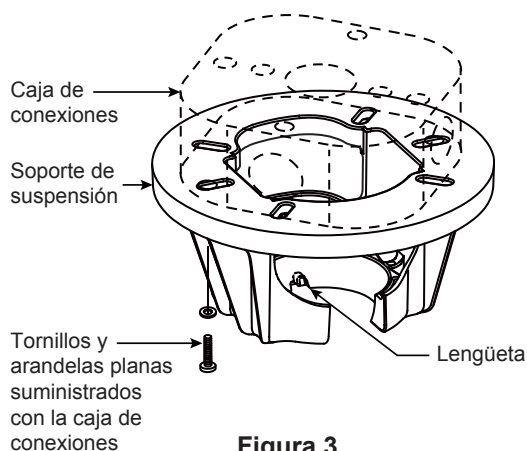
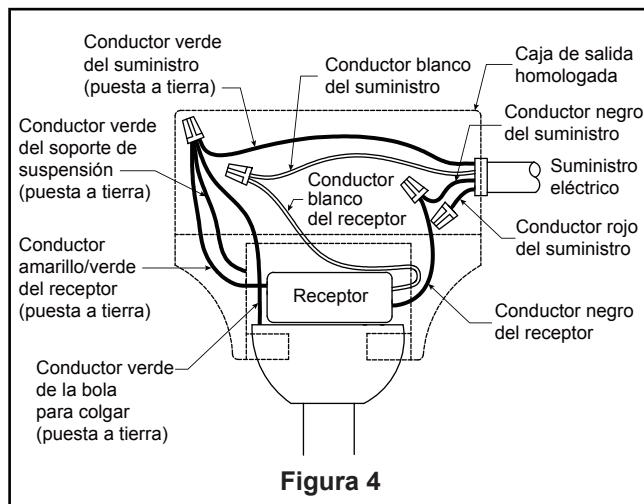

Figura 3
Figura 4
4. Coloque el soporte de la varilla y alinee los orificios de la clavija de horquilla en ambas piezas. Instale la clavija de horquilla y asegúrela con la pinza de horquilla. Instale los set de tornillos con tuercas en el soporte de la varilla. Fije con seguridad el set de tornillos con el destornillador y luego fije bien las tuercas con una llave hexagonal. (Figura 4)
- ☐ 1. Fije bien el soporte de suspensión a la caja de conexiones con los tornillos y las arandelas planas suministrados con la misma. (Figura 3)
NOTA: Se deben pasar los tornillos de la caja de conexiones a través de los orificios que se encuentran en el soporte de suspensión. (Figura 3)
- ☐ 3. Con cuidado, levante el ventilador y apoye la unidad del barral/de la semiesfera en el soporte de suspensión que acaba de fijar a la caja de conexiones. (Figura 4) Asegúrese de que la ranura en la semiesfera esté alineada con el reborde del soporte de suspensión. (Figura 3)
3. Una vez haya hecho las conexiones, coloque los cables hacia arriba y empújelos cuidadosamente hacia dentro de la caja de la toma de corriente, poniendo los cables blancos y verdes a un lado de la caja y los negros hacia el otro lado. Los cables deben ser colocados de forma extendida poniendo el conductor de la toma de tierra y el conductor de toma de tierra del equipo a un lado de la caja, colocando el conductor sin toma de tierra en el otro lado de la caja. (Figura 4)
☐ **6. Proceso de aprendizaje:** (Figura 4)
- ☐ 4. Después de crear la cuenta fanSync de Fanimation, puede añadir sus ventiladores en la aplicación. (Figura 4)